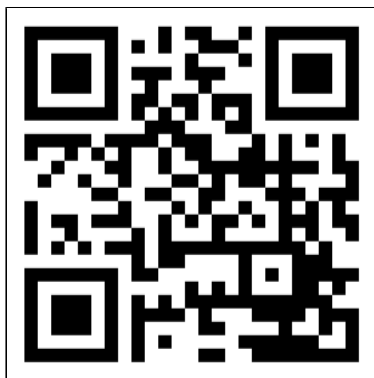

Figure 64.
1. Ouvrez le manuel de l'application Eurom Smart avec le QR-code (Figure 64) ou rendez-vous sur www.eurom.nl/nl/manuals.